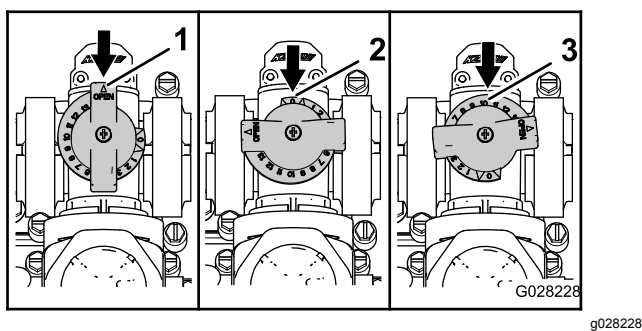

图 48
- 图 48 中 A 所示为搅拌旁通阀处于完全“打开”位置。
- 图 48 中 B 所示为搅拌旁通阀处于“关闭0”位置。
- 图 48 中 C 所示为搅拌旁通阀处于“中间”位置经打药机系统压力表进行调节。